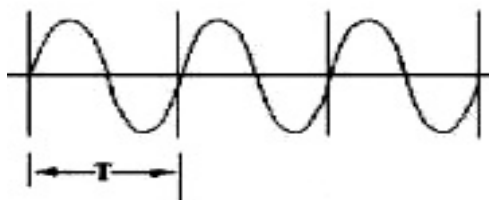

Fig. 14.- El periodo de una onda.
- 5º El periodo de una onda corresponde al tiempo que tarda un punto del medio en que se propaga la onda en completar una oscilación. Se mide en unidades de tiempo, preferentemente el segundo. También corresponde al tiempo que tarda una onda en propagarse una distancia equivalente a una longitud de onda. En física el periodo se representa con la letra T. Fig.14.